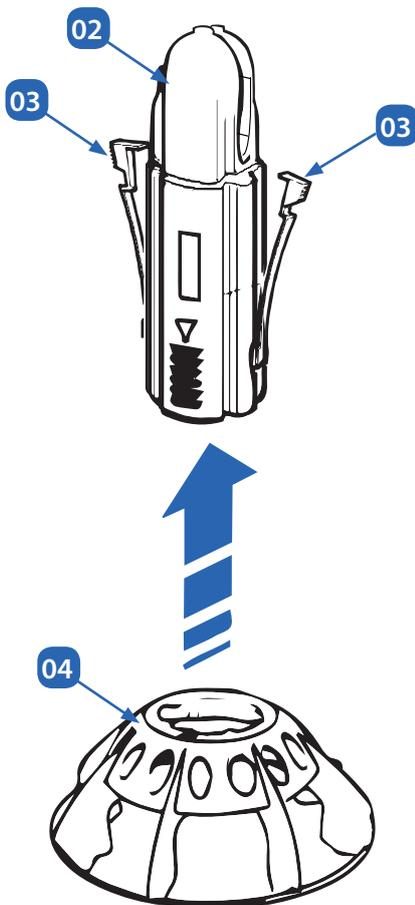

Fig. 05.14. Montaje de la rejilla.
- Introduciremos la rejilla **04** por la parte inferior del tubo de caída de alimento **02** hasta que quede acoplada en la parte superior de los ganchos **03** (Fig. 05.14.).